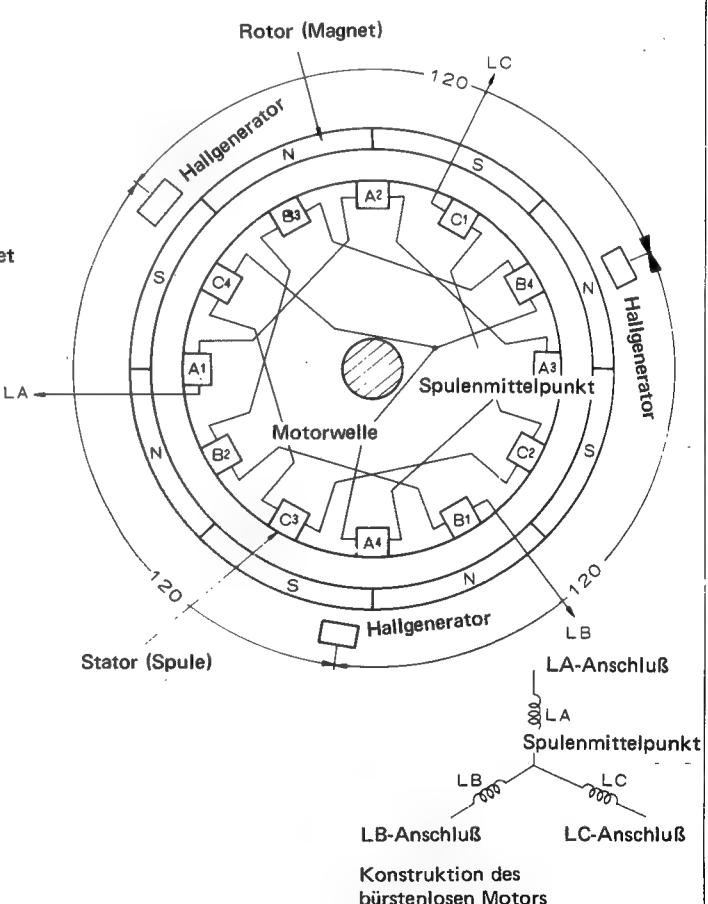
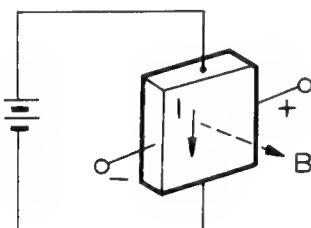

Abb. 3-10
Abb. 3-11
Während der Rotor eine Drehbewegung um  $30^\circ$  ausführt, wird Tr5 nichtleitend und Tr6 leitend. Das rotierende Magnetfeld des Stators hat jetzt eine Drehung um  $60^\circ$  durchgeführt und erscheint als (2). Der Rotor dreht daher in Pfeilrichtung zur Position (3). In dieser Weise wird die Schaltung der Transistoren und Rotation des Rotors fortgesetzt. Dies ist das Arbeitsprinzip des bürstenlosen Motors. Bei Verwendung als Direktantriebsmotor ist die Anzahl der Pole größer, um die Entstehung von Drehzahlabweichungen aufgrund von Drehmomentenschwankungen zu verhindern, desgleichen um die durch geringe Drehzahl verursachten Betriebsstörungen (Calking) zu beseitigen. Desgleichen werden Drehmoment und Trägheitskraft erhöht, um eine effektive und stabile Drehzahl zu produzieren. Hierzu wurde der äußere Rotor mit einem großen Druchmesser ausgelegt. Der verwendete bürstenlose Motor hat einen 3-Phasen, 4-Spulen, 8-Pol-Spulenkerne Außenläufer. (Siehe Abb. 3-10). Die Stellung des Rotors wird durch 3 Hallgeneratoren erfaßt und ein IC (I704) schaltet den Motorsspulenstrom dem Ausgang der Hallgeneratoren entsprechend, wodurch die Rotation geregelt wird. Hallgeneratoren sind Metall bzw. Halbleiter-Chips zu Erfassung magnetischer Felder. Wenn Magnetfeld B an einen Halbleiter angelegt wird, durch den Strom I fließt (siehe Abb. 3-11) entsteht eine Spannung, deren Richtung sowohl zum Strom als auch zum Magnetfeld senkrecht ist. Die Spannung ist proportional zur Stärke des Magnetfelds B und die Richtung der Spannung wird durch die Richtung des mangetischen Feldes bestimmt. Dieses Phänomen bezeichnet man als Hall-Effekt, man nutzt es zur Erfassung der Rotorposition.